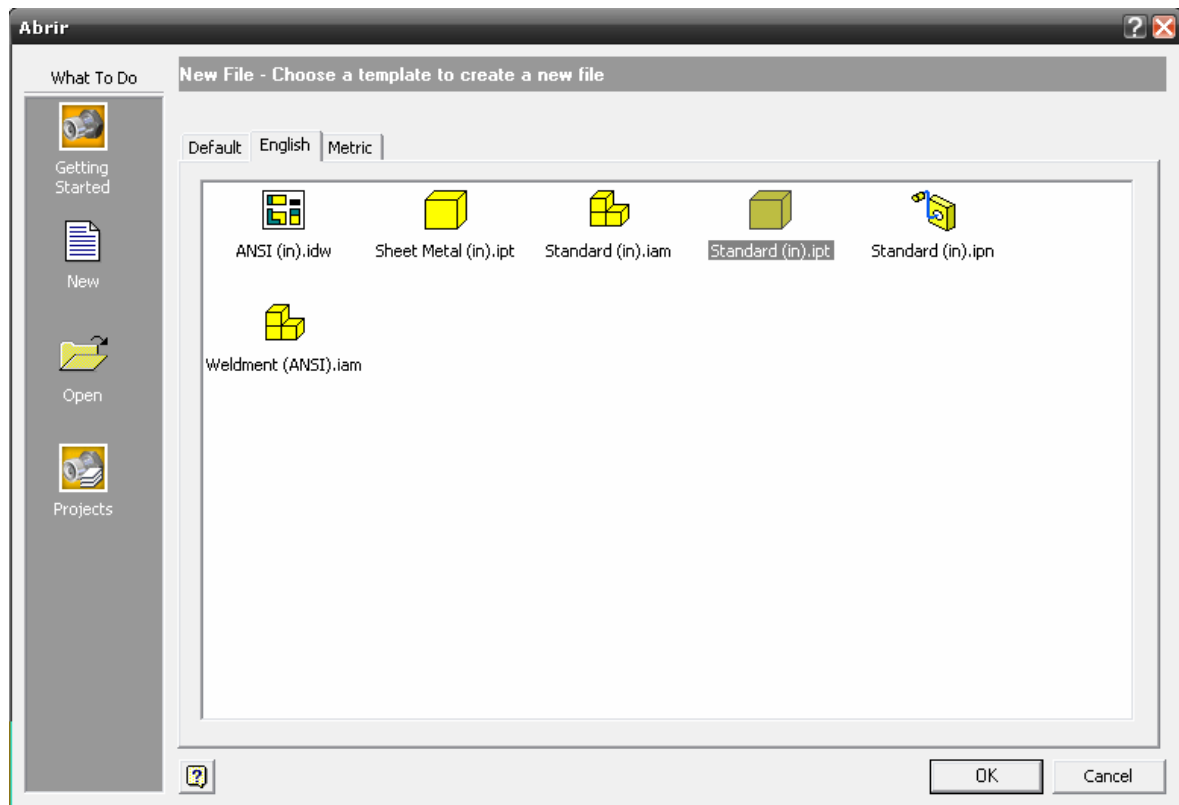

Figura 4.3 Cuadro de diálogo para iniciar un nuevo archivo.
1.-Para iniciar con el diseño del índice del mecanismo leva cruz de Malta, se procede a iniciar el software INVENTOR V.10 usando al sistema ingles como base de todas nuestras operaciones. Usaremos la plantilla STANDARD (in).ipt para iniciar con el diseño del índice, figura 4.3.